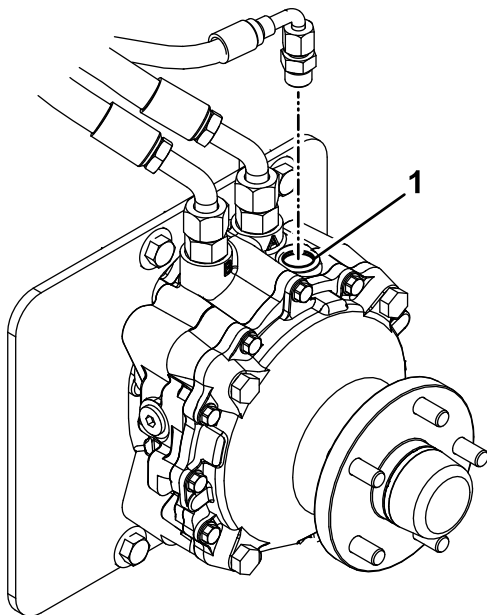

Figure 72
9. Enlevez le bouchon de l'orifice de remplissage au sommet de chaque moteur de roue (Figure 72).